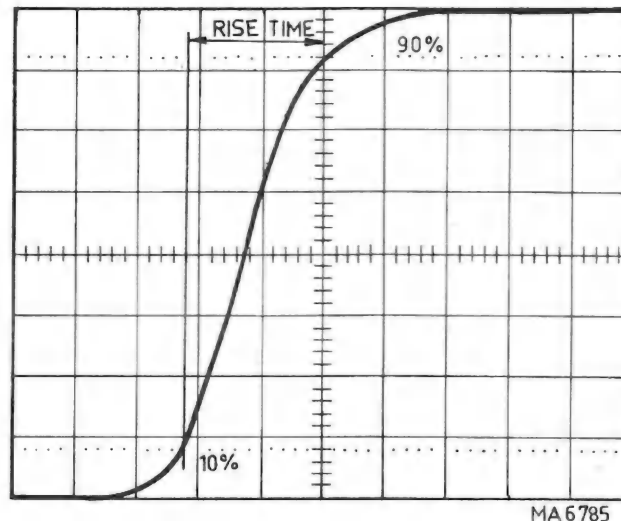

Abb. VIII-10. Definition der Anstiegszeit
bis 90 % der Gesamtamplitude ansteigt, siehe Abb. VIII-10.
- Mit den Bedienungsorganen für  $Y_A$  POSITION und dem Schalter sowie Potentiometer AMPL den Impuls so einstellen, dass er an der untersten horizontalen Rasterlinie beginnt und an der obersten endet (d.h., die Vertikalablenkung beträgt genau 8 Schirmteile). Die Knöpfe ILLUM und INTENS so einstellen, dass man ein scharfes und gut sichtbares Bild erhält, siehe Abb. VIII-10.
Diejenige vertikale Rasterlinie, bei der das Signal die 90 %-Linie überschreitet, ist nun der Bezugspunkt. X POSITION darf jetzt nicht mehr verstellt werden. Siehe Abb. VIII-10.